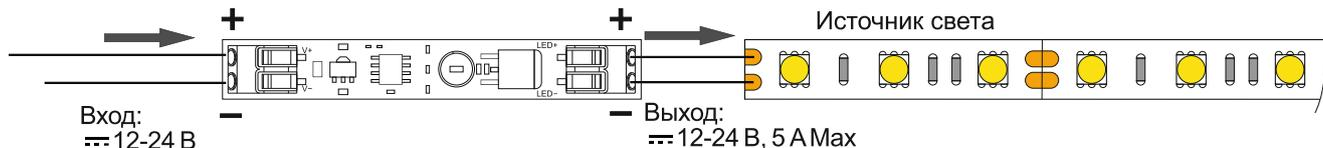

Рис. 2
- Припаяйте соединительные провода питания и светодиодную ленту к выключателю в соответствии со схемой (Рис. 2). Удалите защитный слой скотча с нижней стороны платы выключателя и светодиодной ленты и вставьте их в алюминиевый профиль, предварительно обезжирив его поверхность.